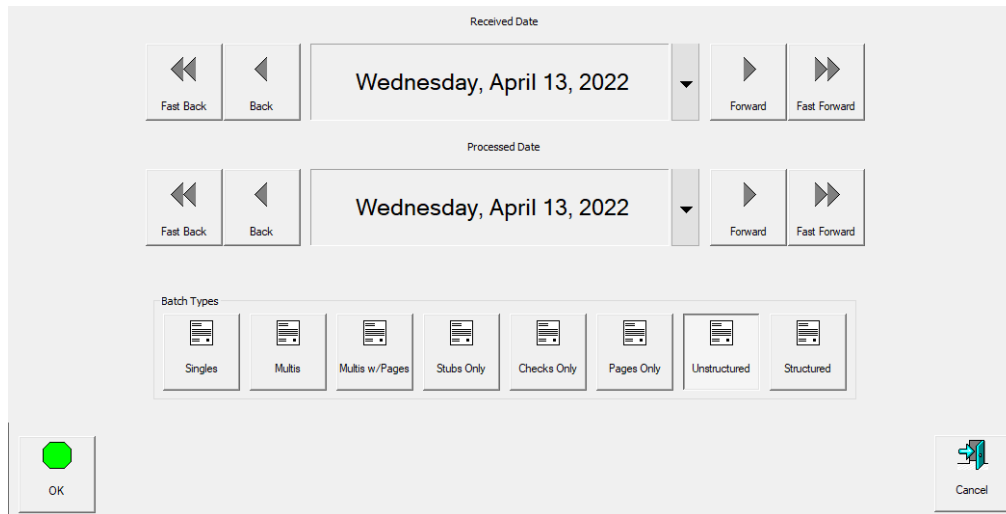

Figura 3-10: Indicación para procesar y recibir fechas
- Indicación para cambiar el tipo de trabajo, las fechas de proceso y de recepción: Requiere que el operador seleccione el tipo de trabajo y/o las fechas de proceso. Una vez seleccionado, haga clic en el botón **ACEPTAR** para continuar (Figura 3-10).